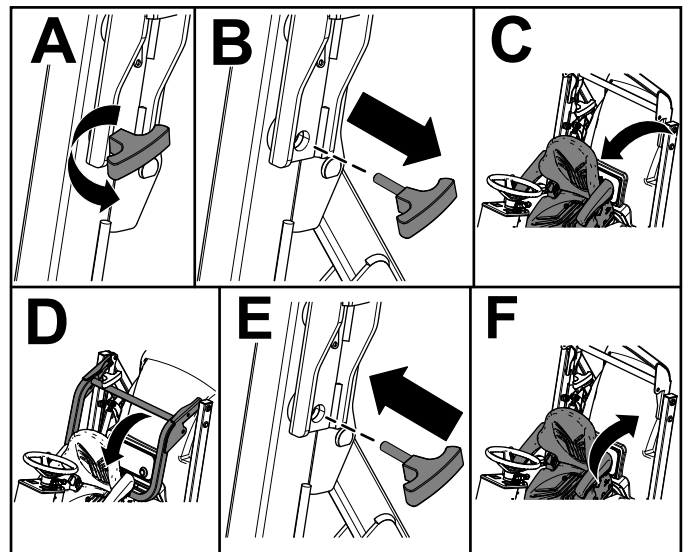

Bild 15
4. Klappen Sie den Sitz hoch (Bild 15).
5. Nehmen Sie die Handradstifte vom Überrollbügel ab (Bild 15).
6. Senken Sie den Überrollbügel ab und befestigen ihn mit den Handradstiften (Bild 15).
7. Kippen Sie den Sitz nach hinten in die arretierte Stellung (Bild 15).